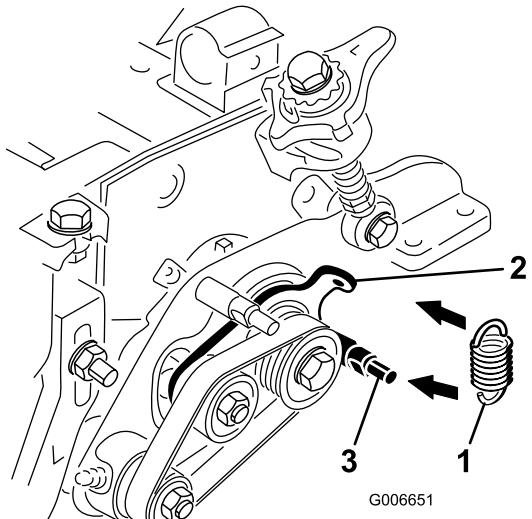

Рисунок 11
- 22. Вставьте крюк пружины в отверстие выступа пластины натяжного ролика и проложите ее по канавке на нижнем стержне пластины механической щетки (Рисунок 11). Открытый конец крюка пружины должен быть направлен в сторону ведущего шкива.